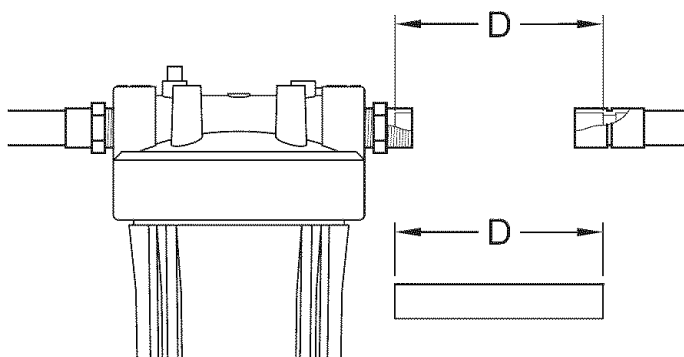

Figura 13
8. Coloque un adaptador para estaño en el otro lado del cabezal del filtro y apriételo a mano solamente. Con una cinta de medir o una regla, mida la distancia "D" como se ilustra en la Figura 13. Marque la misma distancia en una sección de tubería de cobre. Corte la tubería en esa longitud.